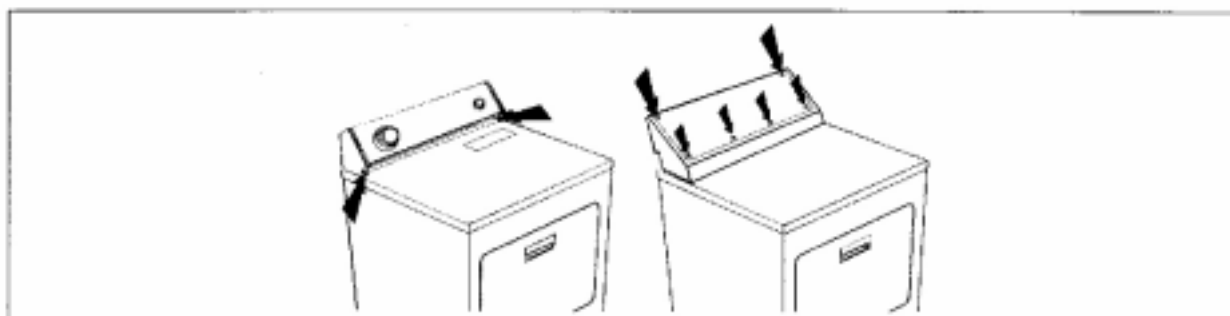

Fig.16
- Remova os dois parafusos, conforme indicado na Fig.16.